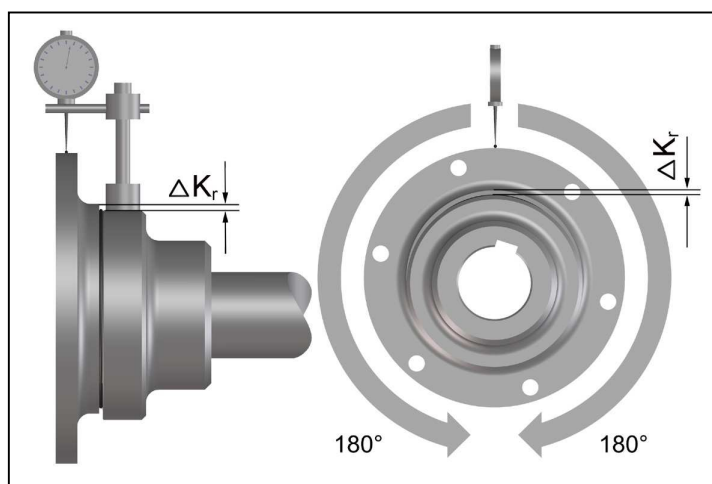

Bild 8
- Vermessen Sie eine ganze Umdrehung (360°). Ermitteln Sie dabei die größte Abweichung ΔK_{r1} sowie die kleinste Abweichung ΔK_{r2} (Bild 8).